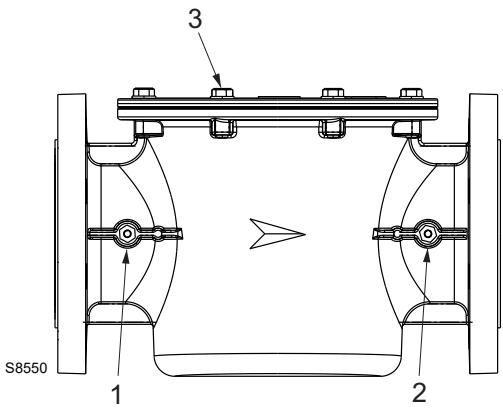

Abb. 13
Den Filtereinsatz austauschen, wenn der Druck  $\Delta p$  zwischen den Drucknahmestellen 1) und 2)(Abb. 13) höher als 10 mbar beträgt.
- Die Schrauben des Deckels 3)(Abb. 13) abschrauben und eine sorgfältige Reinigung des Filterraumes durchführen;